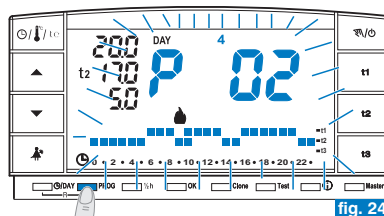

fig. 24
- Appuyer sur la touche **PROG** : le programme utilisé s'affichera sur l'écran et le défilement du réglage de chaque jour (ou groupe de jours dans le programme P01 pas encore modifié) se fera automatiquement (fig. 24).